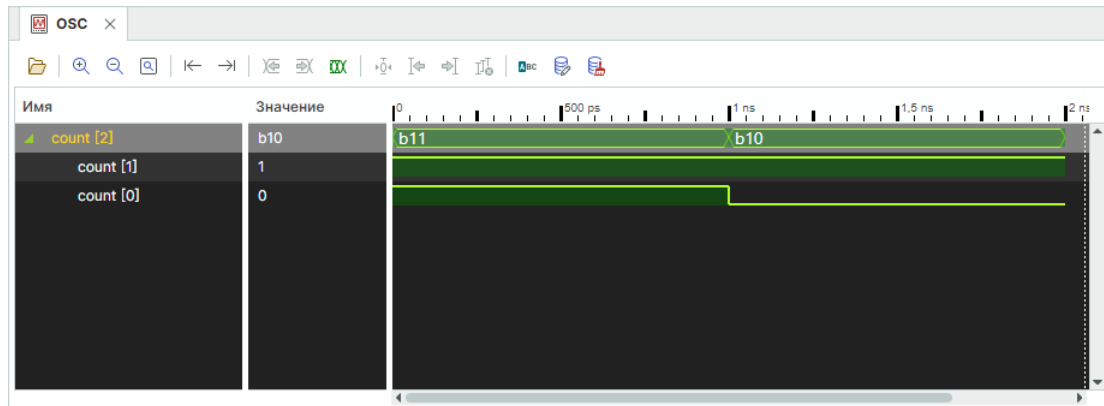

Рис. 36 Отображение процесса обработки данных
4. Отображение процесса обработки данных в окне осциллографа, см. Рис. 36.